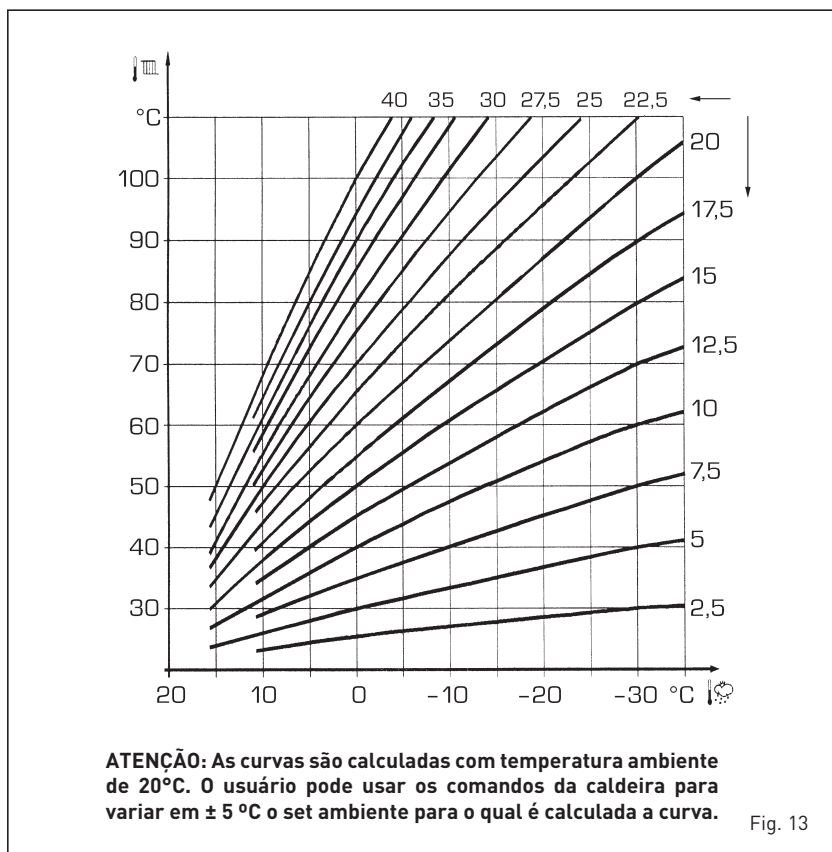

Fig. 13
3.4 SONDA EXTERIOR LIGADA (fig. 13)
Em caso de presença de sonda exterior os SET de aquecimento são determinados pelas curvas climáticas em função da temperatura exterior e limitados pelos valor de range descritos no ponto 3.3 (parâmetros PAR 22 para a zona 1, PAR 25 para a zona 2 e PAR 28 para a zona 3). A curva climática a introduzir pode ser seleccionada de um valor entre 3 e 40 (com passos de 1). Aumentando inclinação representada pelas curvas da fig. 13 aumenta-se a temperatura de ida do circuito em correspondência com a temperatura exterior.